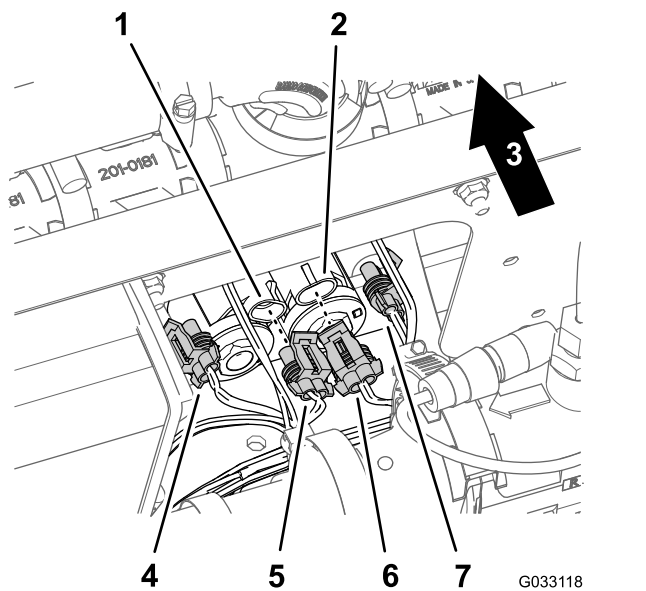

Figure 177
3. Débranchez le connecteur à 2 douilles du faisceau du kit de finition pour rampe sonique (Figure 177) du connecteur à 2 broches des